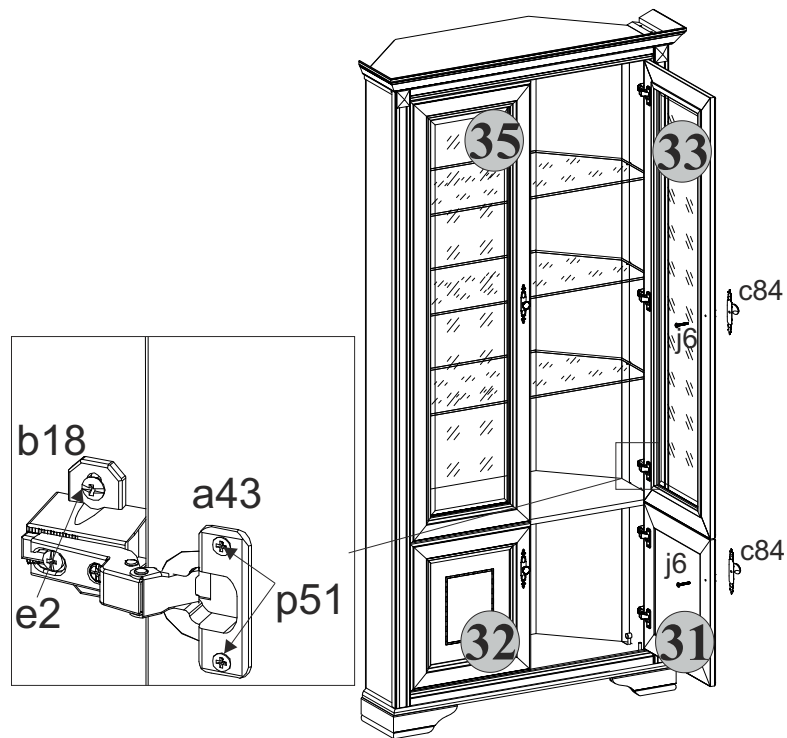

Рисунок 2
14. Положить двери 31, 32, 33, 35 на ровную поверхность и прикрутить к ним петли шарнирные a43 при помощи шурупов p51 (см. рис. 2).
15. Навесить двери 31, 32, 33, 35, соединив петли шарнирные a43 с ответными планками петель b18, отрегулировать при помощи отвертки (см. рис. 2).
16. Прикрутить ручки с подкладками c84 к дверям 31, 32, 33, 35 при помощи винта j6 (см. рис. 2).